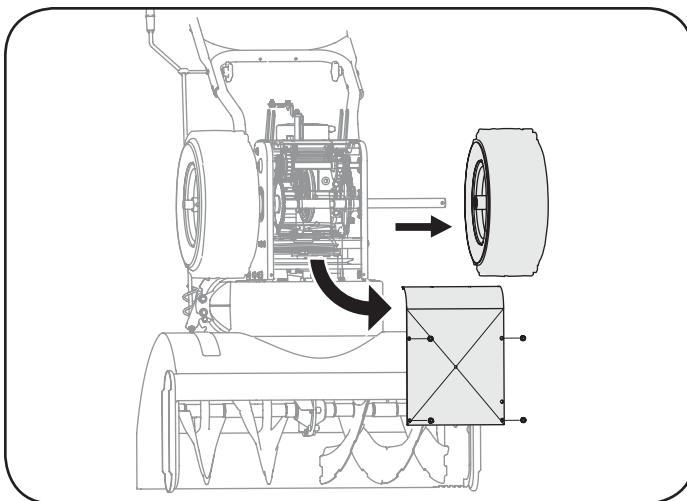

Figura 34
- Quitar los tornillos de la estructura por debajo de la cubierta de nieve lanzador (consulte la Figura 34). Retire la rueda derecha del eje.